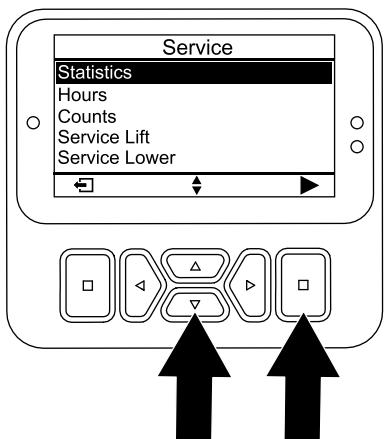

Figure 96
5. Dans l'écran ENTRETIEN, appuyez sur le bouton vers le bas jusqu'à ce que l'option STATISTICS (statistiques) soit sélectionnée, puis appuyez sur le bouton de sélection (Figure 96).